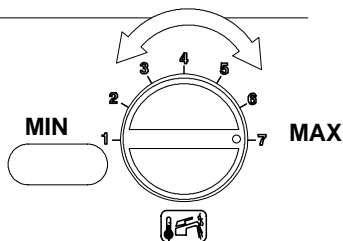

**Figura 7.4** Valvola gas
2 A caldaia spenta (fuori servizio), controllare la pressione di alimentazione utilizzando la presa in **Figura 7.4** e confrontare il valore letto con quelli riportati nella tabella *Pressioni di alimentazione gas* nella sez. *Dati tecnici*.
3 **Richiudere bene la presa di pressione** d in **Figura 7.4**
tappo in ottone e agire sulla vite a brugola  $\varnothing$  4 mm **Figura 7.4**
- 17 Se i due dati non coincidono agire sulla vite regolazione massimo **RQ** (e in **Figura 7.4**) della valvola gas e tarare il **CO2** allo stesso valore riportato nella tabella nella sez. **Dati tecnici.**